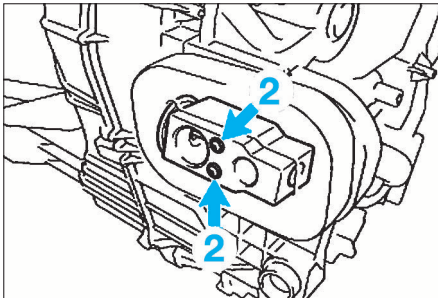

FIG. 24
- A l'aide de la clé de 4 mm, dévisser les deux vis de fixation (2) (fig. 24) du détendeur puis déposer ce dernier.